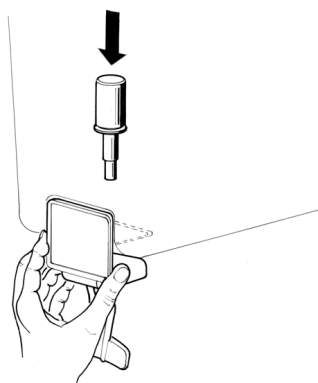

**figura 7**
**3 Grifo en acero inox por gravedad:** montar la palanca mando grifo y enfilar el pistón unido a la su junta (ver figura 7).